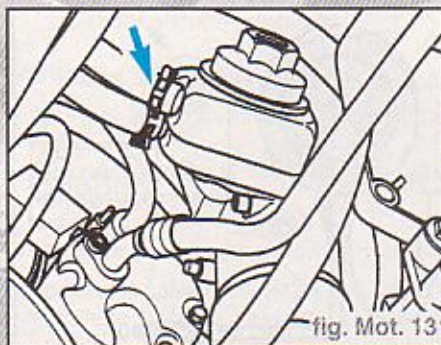

fig. Mot. 13
- Débrancher en plus la durite sur le radiateur d'huile pour vidanger le liquide de refroidissement du moteur (fig Mot. 13).